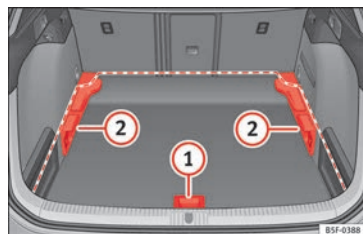
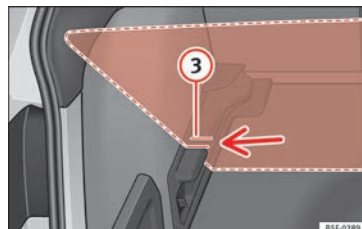

Fig. 180 Piso variável da bagageira: posições.
Fig. 181 Piso variável da bagageira: ranhuras inclinadas.
- Levante o piso pela peça » » Fig. 180 ①, puxe-o para trás até que a parte dianteira do piso baixe totalmente os suportes ②.
- Desloque o piso sobre estes para a frente até que chegue ao limite no encosto dos bancos traseiros e, de seguida, baixe o piso com a peça ①.
- Faça coincidir essa parte dianteira com as ranhuras inferiores dos suportes, e deslize o piso para a frente até que atinja o limite no encosto dos bancos traseiros, baixando ao mesmo tempo o piso com a peça ①.
- Levante o piso variável pela peça » **Fig. 180** ①, puxe-o para trás até que a parte dianteira do piso baixe as ranhuras inclinadas » **Fig. 181** ③.
- Faça passar o piso pelas ranhuras com a ajuda da peça ① até que atinja o limite no encosto dos bancos traseiros e se apoie o piso nas ranhuras.